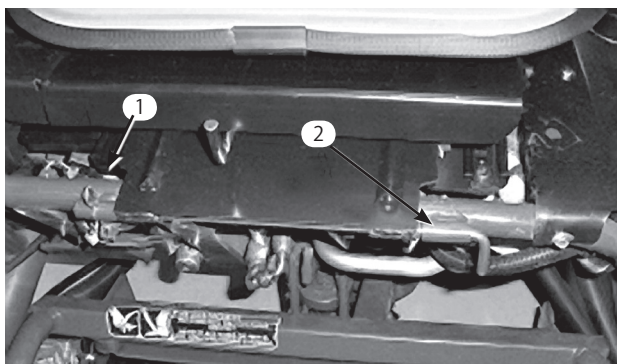

図8
8. シート・アセンブリを取り付け (図8)、シート・ピボット・ロッドとコッター・ピンで固定する。